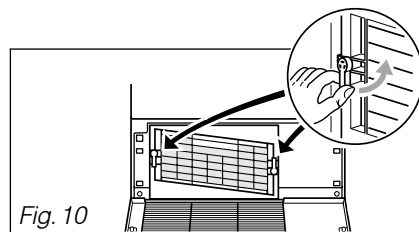

Fig. 10
- Desbloquear o condensador (fig. 10)